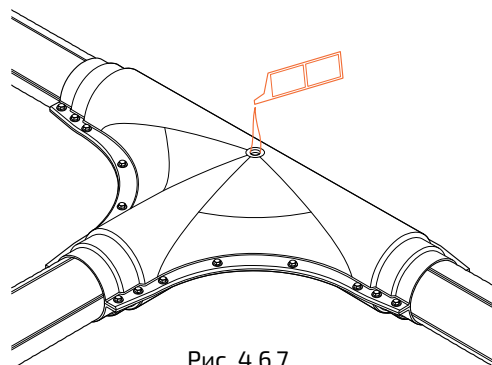

Рис. 4.6.7
- Зафиксировать упорные вставки прижимными планками. Зафиксировать прижимные планки гайками (рис. 4.6.7).
Вскрыть пенопакет и залить полученную смесь через заливочное отверстие (рис. 4.6.7).